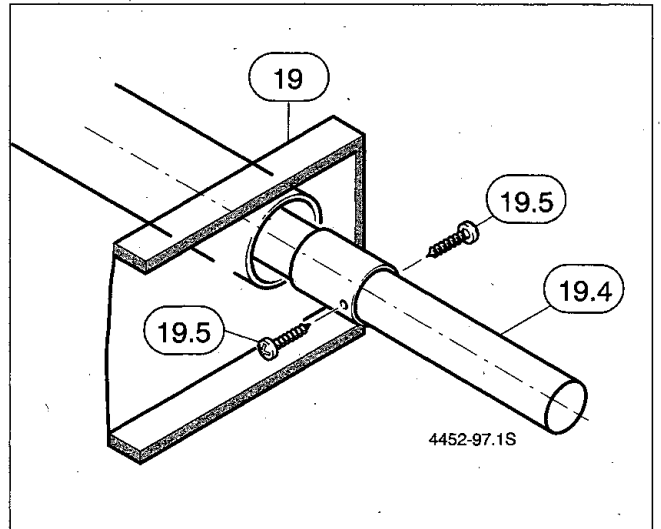

Bild 20
- Montieren Sie das Abgasrohr (19.4) am Abgaskasten (19) entsprechend Bild 20.